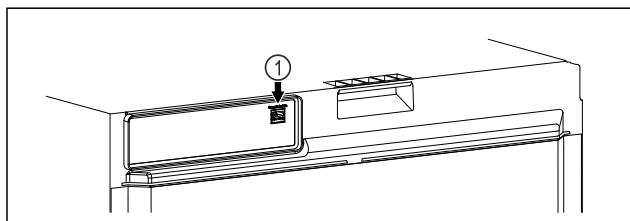

Fig. 114
- ☐ SmartModule Fig. 114 (1) on sisse pandud.